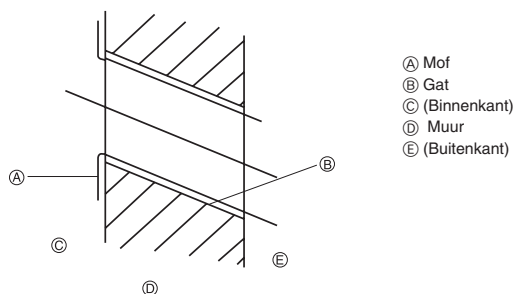

Fig. 3-2
3.1.2. Het gat voor de pijpleiding boren (Fig. 3-2)